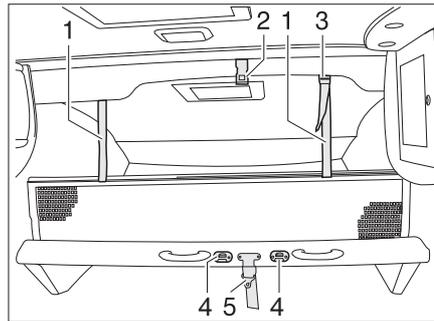

Bild 125 Hubbett manuell
- Das Hubbett mit dem Sicherungsgurt (Bild 125,5) am Dach (Bild 125,2) sichern.
- Die Aufstiegsleiter mit den beiden Bügeln in die Krampen (Bild 125,4) am Hubbett einhängen.
- Die Haltebänder (Bild 125,1) in die Halterungen an der Decke (Bild 125,2) einrasten.